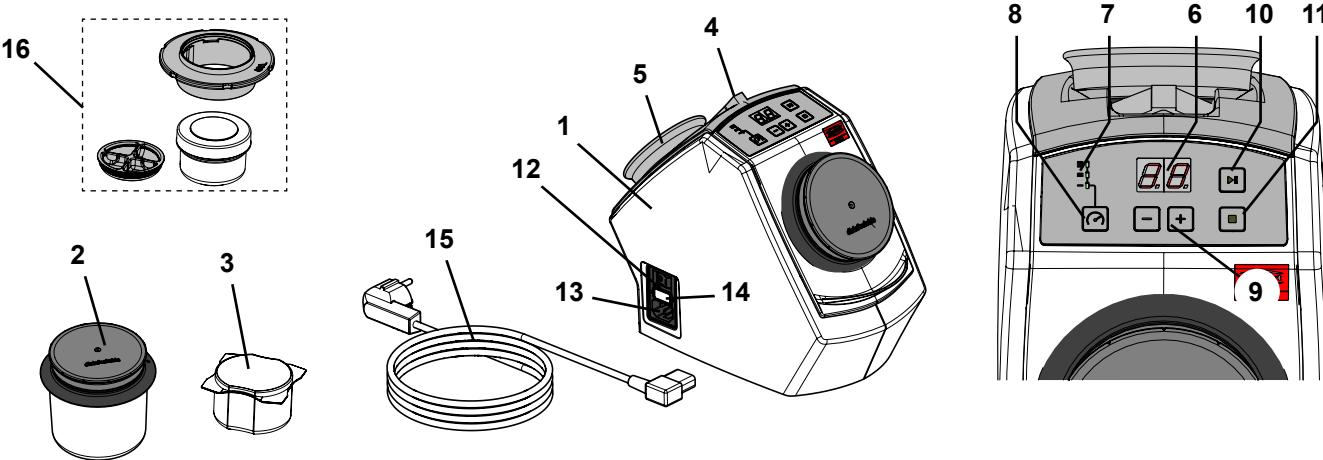

Fig. 1
- ▶ Il magnete di ritegno (Fig. 1, Pos. 5) contiene piombo.
- ⇒ Collegare la pinzetta e il magnete di ritegno inclusi nella confezione nei supporti sul retro dell'apparecchio (Fig. 1).
- ⇒ Scegliere il cavo di rete (15, Fig. 1) dotato della presa di rete adatta al vostro paese.
- ⇒ Collegare il cavo di alimentazione (13, Fig. 1) alla presa.
- ⇒ Accendere l'apparecchio tramite l'interruttore di rete (12, Fig. 1).
- ⇒ Riempire la tazza di pulizia (2, Fig. 1) con 75 g di aghi di pulizia (il corrispondente di una confezione).
- ⇒ Riempire il mini-recipiente SYMPRO (accessori) (16, Fig. 1) con ~ 5 g di aghi di pulizia.